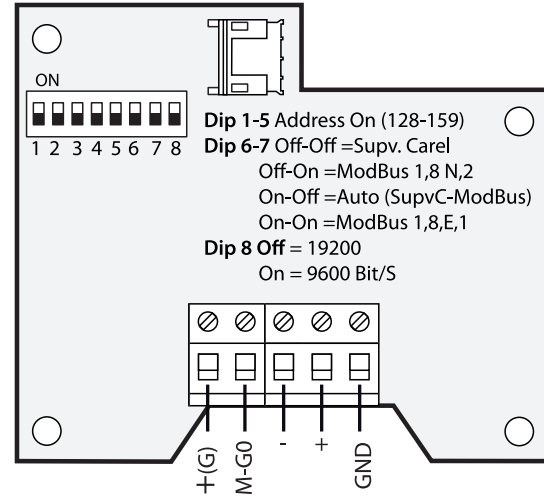
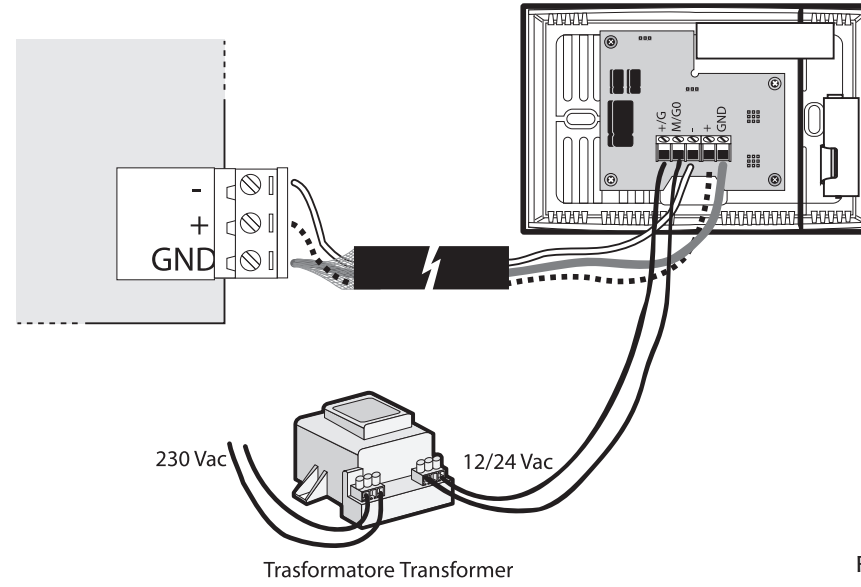

Fig 6
Fig 7
La configurazione degli 8 dip-switch (DP1, 8) permette la selezione della modalità di trasmissione seriale del segnale e dell'indirizzo di periferica come indicato in fig. 6:
In fig. 6 sono riportati gli schemi di collegamenti per le connessioni con uscita Seriale diretta oppure optoisolata.
- è da prevedere un isolamento principale rispetto all'alimentazione di rete per il controllo a cui la sonda è collegata. Per evitare errori dovuti alla corrente di alimentazione si può utilizzare un'alimentazione supplementare da un trasformatore esterno (fig. 7 cod. trasformatore).
- per ridurre i disturbi di alimentazione (con versioni NON optoisolate) si può utilizzare una alimentazione supplementare da trasformatore esterno (vedi es. fig. 7). Il trasformatore non deve essere collegato a terra e può essere posizionato dentro il quadro del regolatore, eliminando così i disturbi di alimentazione. Nel caso l'applicazione richieda più sonde seriali, deve essere previsto un trasformatore per ogni sonda. Facendo questo, la distanza max di collegamento può essere di 100m (fig. 6) tra sonde e 500m in totale.
The 8 dipswitches (DP1, 8) can be set to select the serial signal transmission mode and the address of the peripheral, as shown in Fig. 6:
Fig. 6 shows the diagrams for the connections with direct or optically-isolated serial output.
- basic insulation is required from the mains power supply for the controller that the probe is connected to. To avoid errors due to the power supply current, an additional power supply from external transformer can be used (Fig. 7).
- to reduce the disturbance of the power supply (with versions that are NOT optically-isolated), an additional power supply from external transformer can be used (see e.g. Fig. 7). The transformer must not be earthed and may be positioned inside the controller panel, this eliminating disturbance from the power supply. If the application requires multiple serial probes, a transformer must be used for each probe. Doing this, the max connection distance is 100 m (Fig. 6) between the probes and 500 m in total.